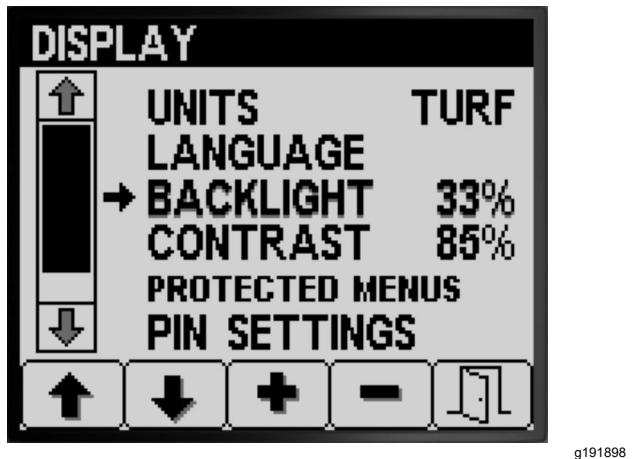

Figura 19
3. Prima os botões 1 ou 2 para navegar para o idioma que pretende no InfoCenter (Figura 19).
4. Prima o botão 4 para selecionar o idioma (Figura 19).
5. Prima o botão 5 para guardar essa definição, sair do ecrã IDIOMA e voltar a ECRÃ (Figura 19).